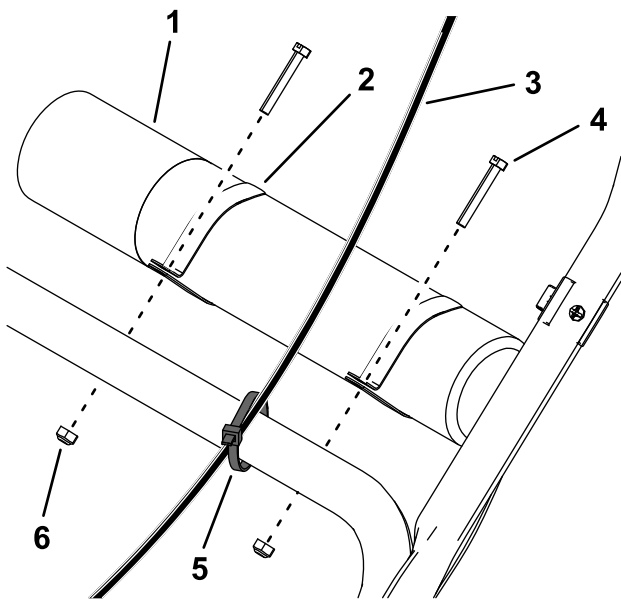

**Figura 3**
1. Instale los tubos del manillar superior al manillar inferior y a los puntales con 2 pernos del manillar y 2 tuercas (5/16") a ambos lados de la máquina (Figura 3).